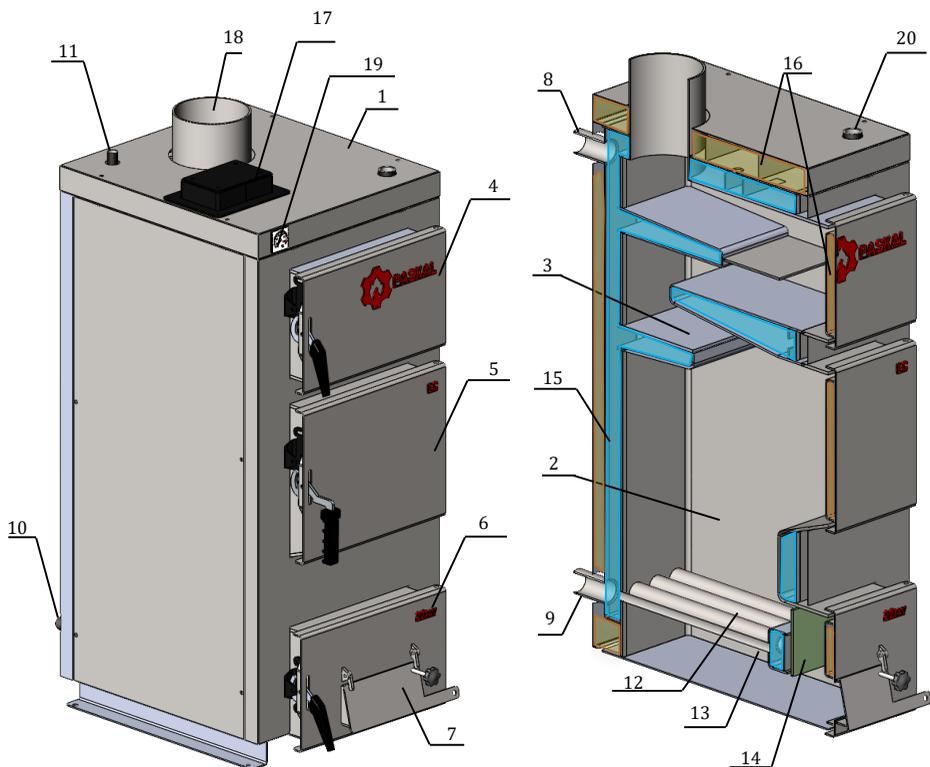

Рисунок 2 – Зовнішній вигляд та основні елементи котла ЕС (ECO)
Конструктивно котел являє собою збірно-зварену конструкцію, що складається з корпусу (поз. 1, рис. 2) з камерою згоряння (топкою) (поз. 2, рис. 2). Конвекційна частина котла складається з трьохходового теплообмінника (поз. 3, рис. 2), який розташований безпосередньо над топкою.
Корпус котла виконаний в формі паралелепіпеду з подвійними стінками, які розділені водними перегородками (поз. 15, рис. 2). На зовнішній поверхні корпусу під декоративною обшивкою та всередині двірчат закріплена теплова ізоляція. (поз. 16, рис. 2). Теплоізоляція в дверцятах виконана з керамоволокна, що використовується при футеруванні промислових термічних печей та має дуже низький показник теплопровідності.
Паливо для процесу спалення завантажується на колосникові ґрати (поз. 12, рис. 2) крізь завантажувальні дверцята (поз. 5, рис. 2). Згоряння палива в топці відбувається за участю повітря, яке постачається крізь вікно клапана подачі повітря (поз. 7, рис. 2), що закривається кришкою, під колосникові ґрати. Кількість повітря, необхідного для процесу згоряння, регулюється за допомогою механічного регулятора (не входить в комплект поставки). Також можливо під'єднання вентилятора до фланця (поз. 17, рис. 2). У такому випадку подача повітря для горіння буде відбуватись через внутрішні канали до повітряних форсунок, розташованих під колосниками (поз. 13, рис. 2)
Підведення і відведення теплоносія здійснюється відповідно через патрубки зворотної мережної води (поз. 9, рис. 2) і прямої мережної води (поз. 8, рис. 2).
Топочні гази виходять у димохід крізь боров (поз. 18, рис. 2), розташований у верхній частині котла.
У верхній частині корпусу котла розташований штуцер для встановлення запобіжного клапана котла (поз. 11, рис. 2). Запобіжний клапан не входить у комплект поставки.
Ревізійний дверцят (поз. 6, рис. 2), що розташовані на передній стінці котла, необхідні для періодичного чищення колосникових ґрат, а також для можливості спорожнення підколосникової зони.
Для можливості періодичного обслуговування (чищення) теплообмінника передбачені дверцята поз. 4 (рис. 2).
Приєднання котла до опалювальної системи необхідно здійснювати за допомогою фланців. Трубопровід прямої мережної води потрібно приєднати до патрубку прямої мережної води (поз. 8, рис. 2). Трубопровід зворотної мережної води потрібно приєднати до патрубку зворотної мережної води (поз. 9, рис. 2).
8.6.1 Провести завантажування палива в топку котла. Для цього відкрити завантажувальні дверцята (поз. 5, рис. 2) та укласти на колосникові грати (поз. 12, рис. 2) шар палива до меж нижньої кромки завантажувальних дверцят. На укладений шар палива розмістити розпалювальний матеріал: папір, тріски, дрова (у переліченій послідовності).
Для забезпечення герметичності дверцят поз. 4-7 (рис. 2) необхідно кожні два тижні змащувати ущільнюючі шнури дверцят графітним мастилом.
Перед повторним завантаження палива необхідно відкрити ревізійні дверцята поз. 6 (рис. 2), відкрити відбивач поз 16 (рис.2), та провести чистку колосникових граг за допомогою скребка. Закрити відбивач та дверцята поз. 6 (рис. 2). Потім відкрити завантажувальні дверцята та завантажити необхідну кількість палива. Повторити процедуру розпалювання (див. п. 8.6).